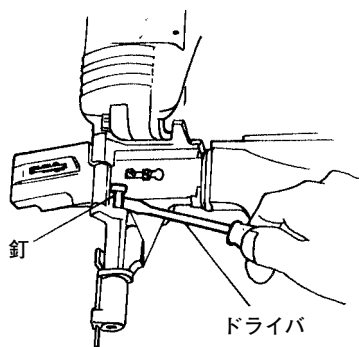

図 24
- 内部につまった釘を ⊖ ドライバなどで取り除きます。(図 24)